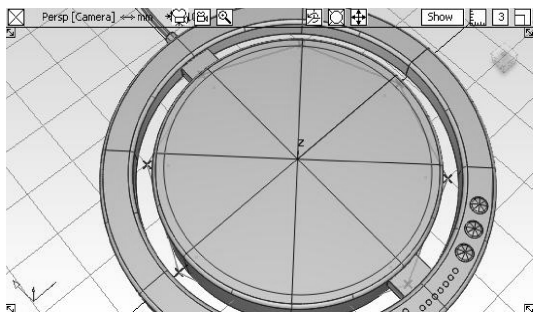

图 5-95 投影曲线
- 42 选择【Project】工具，在【Top】正交视窗中选择中间圆柱体的上底面，单击视窗右下方的【Go】按钮，选取刚刚创建的圆形曲线，单击视窗右下方的【Project】按钮，形成投影曲线，着色显示，如图 5-95 所示。